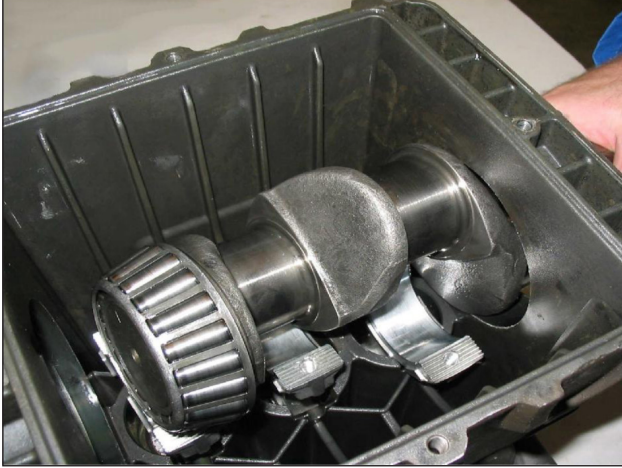

Fig. 4
- Pousser vers l'avant les guides de piston avec les bielles correspondantes pour faciliter l'extraction latérale de l'arbre de la pompe comme décrit Fig. 4.